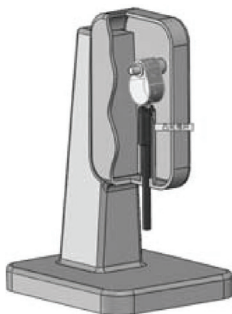

图 8-4 添加“凸轮”机械配合
STEP 2 单击“装配体”工具栏中的“配合”按钮，在打开的“配合”属性管理器中切换到“机械配合”卷展栏，并单击“凸轮”按钮，然后在“配合选项”卷展栏中选择凸轮的所有面为“要配合的实体”，选择“冲孔轮”的外表面为“凸轮推杆”面，完成“凸轮”机械配合的添加，如图 8-4 所示。